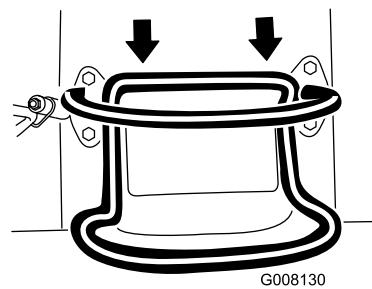

Figura 8
- Para andar para trás, empurre o controlo de tração para trás (Figura 8).